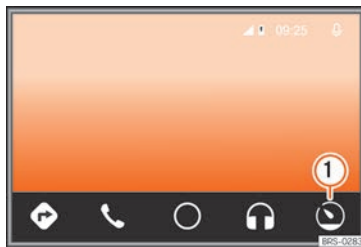

Fig. 188 Menú de Android Auto™
- En el servicio Android Auto™ pulse el botón de función >>> **fig. 188 ①**.